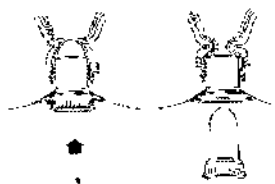
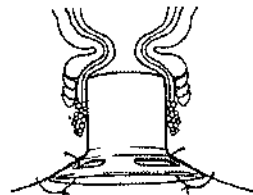

Figura 1
Figura 2
1). Obtenga la grapadora curvo esterilizada y sus componentes desde el embalaje blister. Para masajes, expandir y suelta el músculo anal. Inserte la ronda dilatador anal y el guíador en el ano del paciente hasta el borde del dilatador contacto la piel perineal (véase la figura 1). Compruebe la posición del dilatador para asegurarse de que la piel perineal no será hacia abajo para comprimir en el ano y dentados línea después de la pared del dilatador. Fijar el dilatador en la piel perineal con sutura (véase la figura 2).